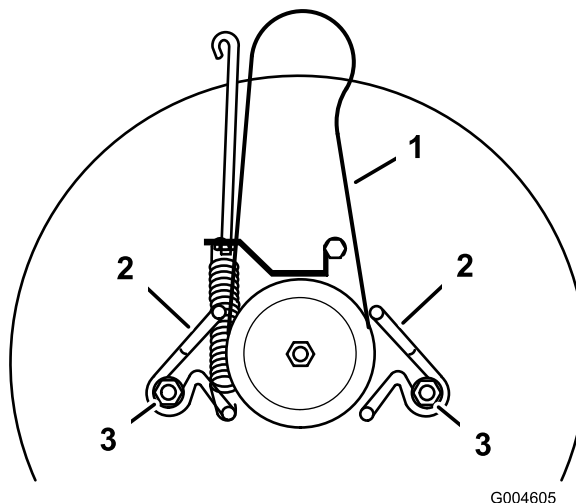

Bild 34
2. Løsn remstyrets monteringsbolte, og flyt remstyrene væk fra remskiven (Bild 34).
1. Monter skæreknivens nye drivrem omkring skæreknivens remskive og inde i begge remstyrene (Bild 34).
2. Juster remstyrene, så de er 3 mm væk fra remskiven. Stram monteringsboltene (Bild 34).